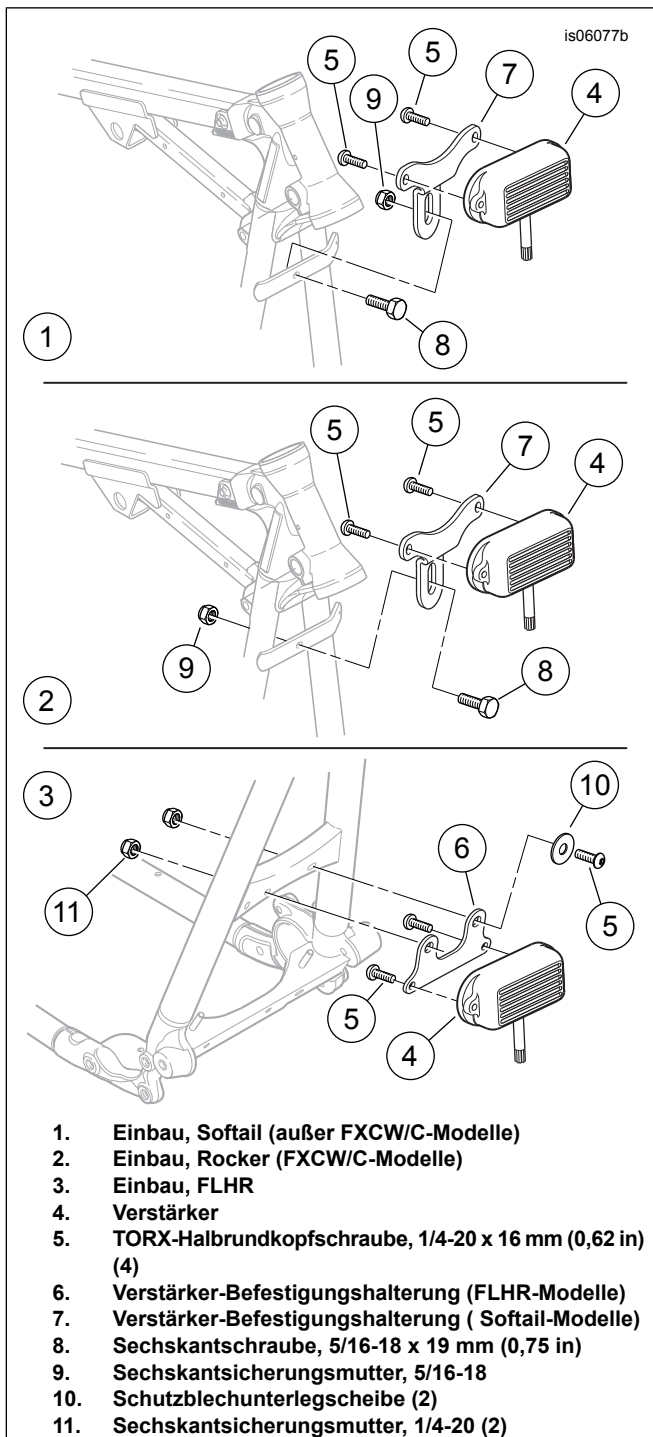

Abbildung 1. Einbau des Verstärkers und der Halterung
2. Siehe Abbildung 1. Den Verstärker (4, Teil der Kabelbaugruppe) mit den Schrauben (5) an der Halterung befestigen und auf ein Drehmoment von 7,4 N·m (65 in-lbs) anziehen.